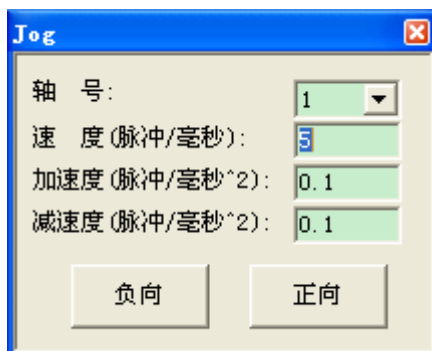

图 4-14 Jog 模块界面
(1) 首先请确认控制器与端子板、端子板与驱动器之间已正确可靠连接（注意：68pin 屏蔽电缆 DB 头上的插针较细，连接时注意对准，防止插针顶弯导致端子板和主卡通讯出错）。
(2) 启动 MCT2008。确认计算机与控制器之间通讯正常。
(3) 按照上面脉冲模式的设置，无效掉限位和驱动报警，写入控制器，然后查看轴状态，确认轴不存在如报警、限位等异常状态。
(4) 点击轴状态面板上的“伺服使能”，使能该轴。
(5) 单击“视图”->“JOG”菜单项调出 Jog 面板，在“轴号”下拉框中选择控制轴。如图 4-14 所示。